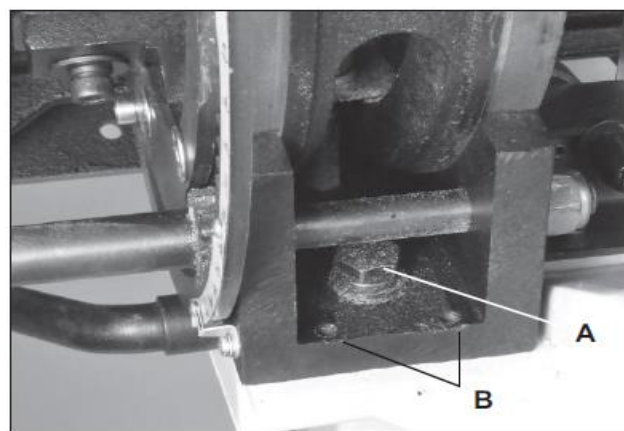

Рис. 14
3. Используя шестигранный ключ диаметром 3 мм, поверните микро регулировочные винты с шестигранной головкой задней цапфы (#16В), чтобы отрегулировать положение стола. Рис. 14, В.